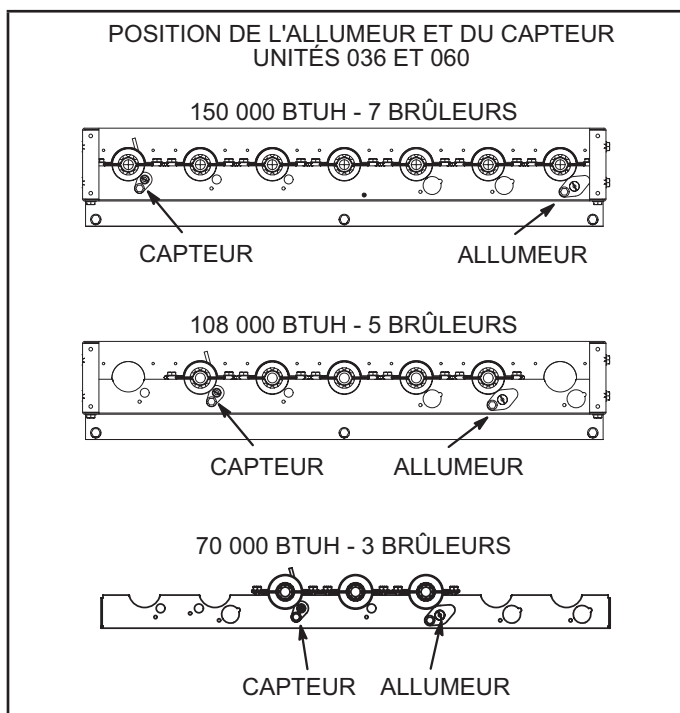
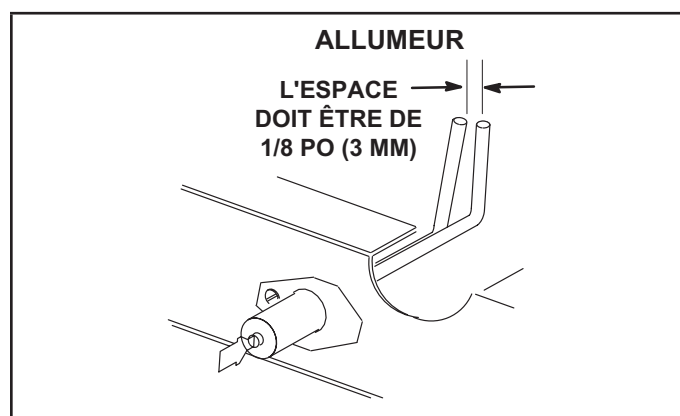
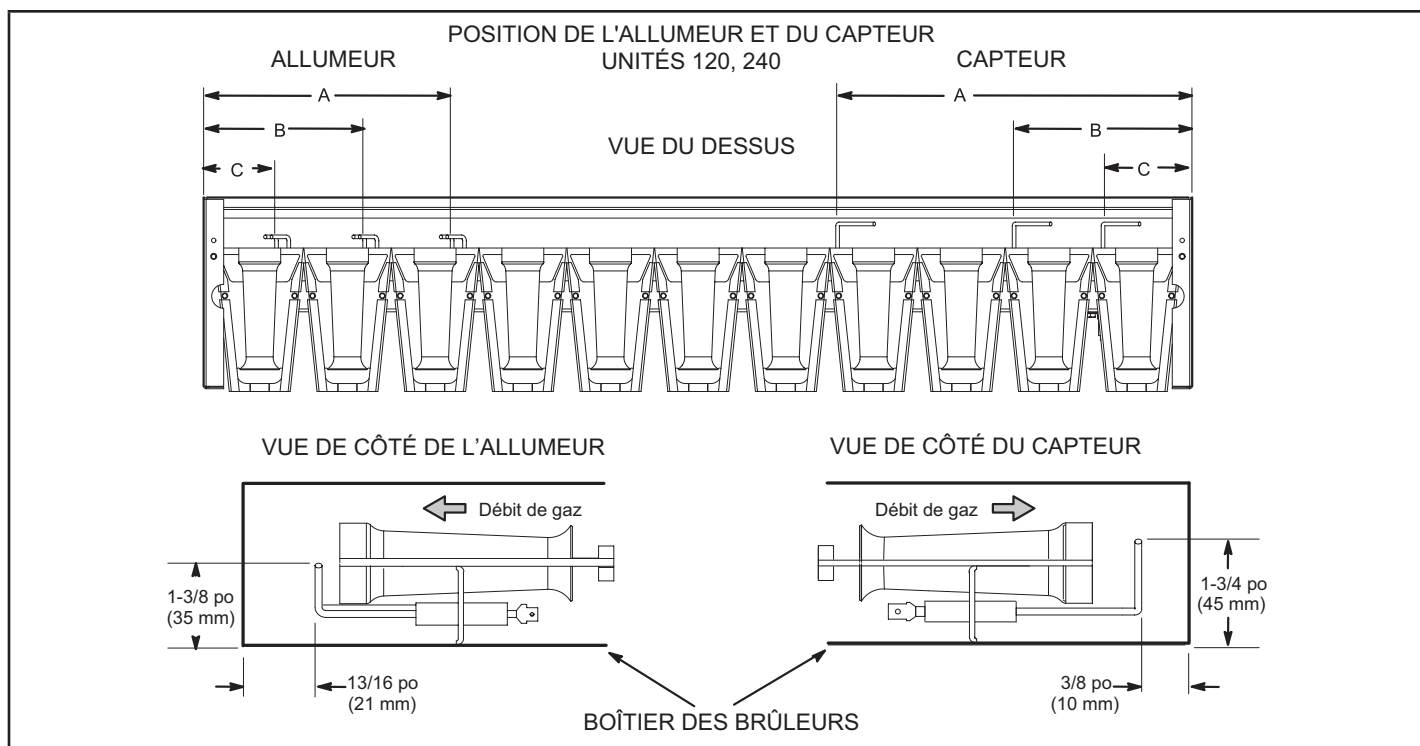

FIGURE 45
FIGURE 46
FIGURE 47
- 5 - Localisez l'allumeur sous le brûleur droit pour les unités 036 et 060. Reportez-vous à la FIGURE 45. Localisez l'allumeur sous le brûleur gauche pour les unités 092-240. Reportez-vous à la FIGURE 47 et au TABLEAU 29. Utilisez des jauges d'épaisseur pour vérifier l'écartement des électrodes comme indiqué à la FIGURE 46.